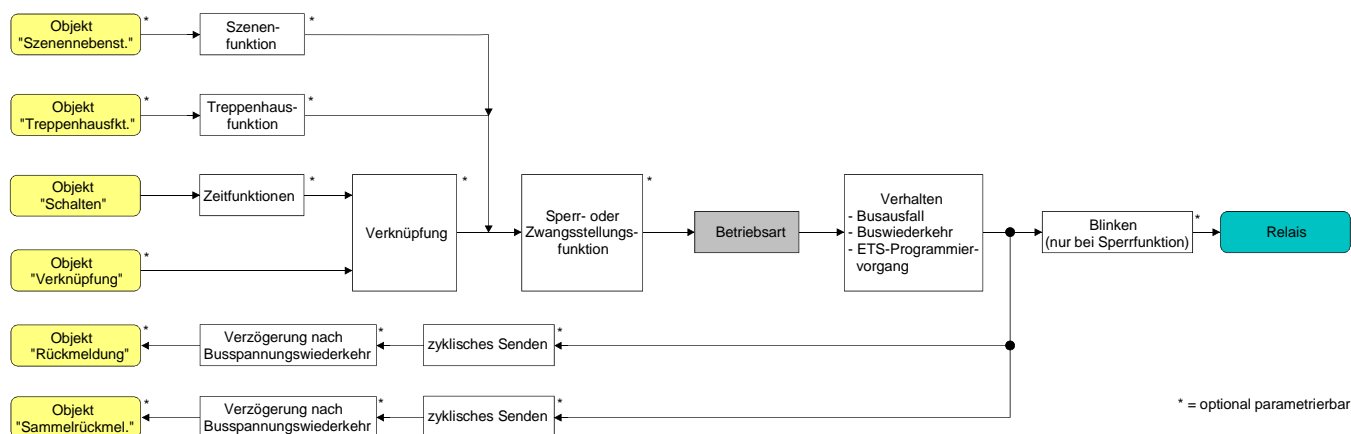

Bild 6: Funktionsschaltbild "Betriebsart"
- i Der logische Schaltzustand ("ein - 1" oder "aus - 0") wird durch das Kommunikationsobjekt "schalten" eingestellt und durch die Funktionen beeinflusst, die optional aktiviert werden können (z. B. Zeit-/Treppenhausfunktionen, Verknüpfungen, Sperr-/Zwangsfunktionen, Szenen – vgl. Bild 6).